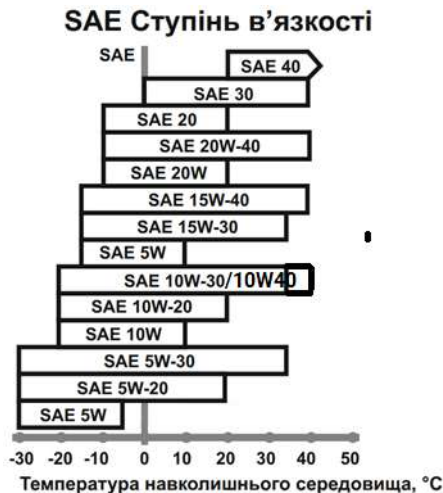

Рисунок 4. Залежність густини мастила від температури сезону.
1. Виріб постачається без моторного мастила у картері двигуна. Перед заправленням перевірити відповідність параметрів вибраного мастила рекомендаціям, вказаним на рис. 4.